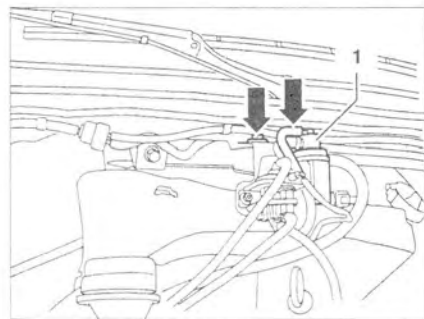

Рис. 9.78. Открутите гайки крепления (стрелки) кронштейна клапана рециркуляции отработавших газов и электромагнитного клапана ограничения давления наддува **1**.
3. Открутите гайки крепления (стрелки) кронштейна клапана рециркуляции отработавших газов и электромагнитного клапана ограничения давления наддува **1** (рис. 9.78).